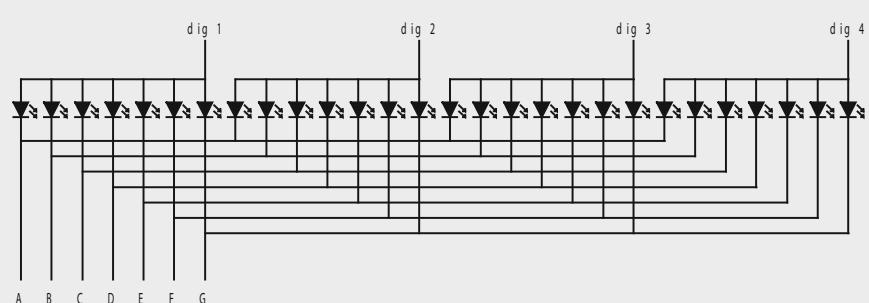

Bild 1: Display mit gemeinsamer Anode (CA)
- CA: Bauelemente mit gemeinsamer Anode (für **Common Anode**) – siehe **Bild 1** (zugehöriges Schaltbild)